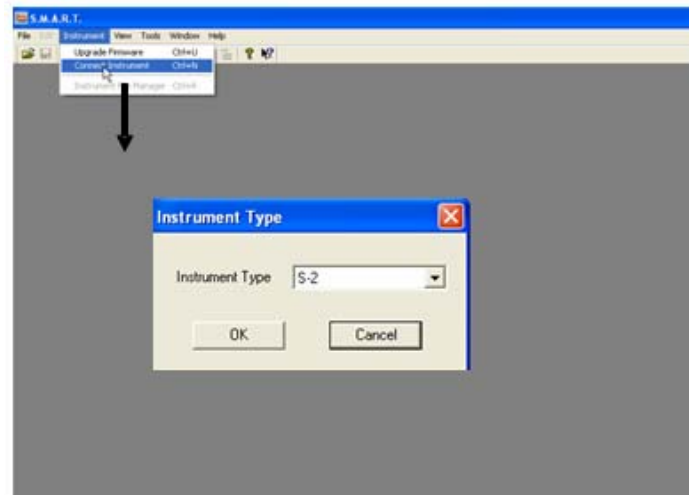

Abbildung 1.1
- d) In der Instrumentenleiste klicken Sie auf „Instruments“, danach auf „Connect Instrument“ (siehe Abbildung 1.1, siehe auch Abschnitt 1.4: Warnhinweise).